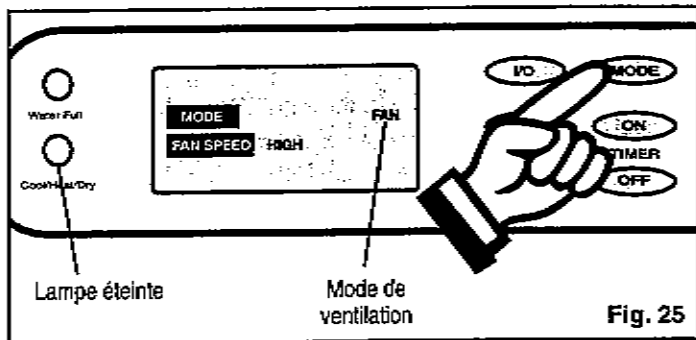

Fig. 25
- 2) Appuyez sur la touche **MODE** jusqu'à ce que le mot **FAN** (ventilateur) soit indiqué sur l'**ACL**. Fig. 25. Chaque appui sur la touche **MODE** change le réglage de mode (Refroidissement-chaleur (DPAC7599)-déshumidification-ventilation). Aucune lampe témoin s'allume pendant le fonctionnement du mode de ventilation (ceci est normal).